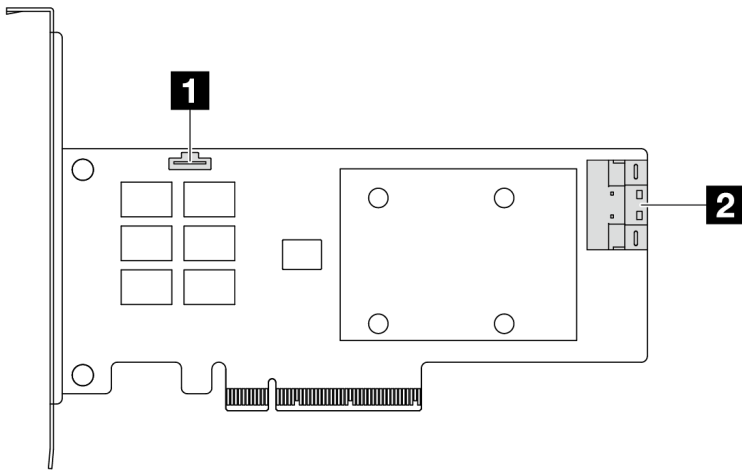

图 318. Gen 4 8i SFF RAID/HBA 适配器 (一个端口接口)
- 第 345 页图 318“Gen 4 8i SFF RAID 适配器（一个端口接口）”